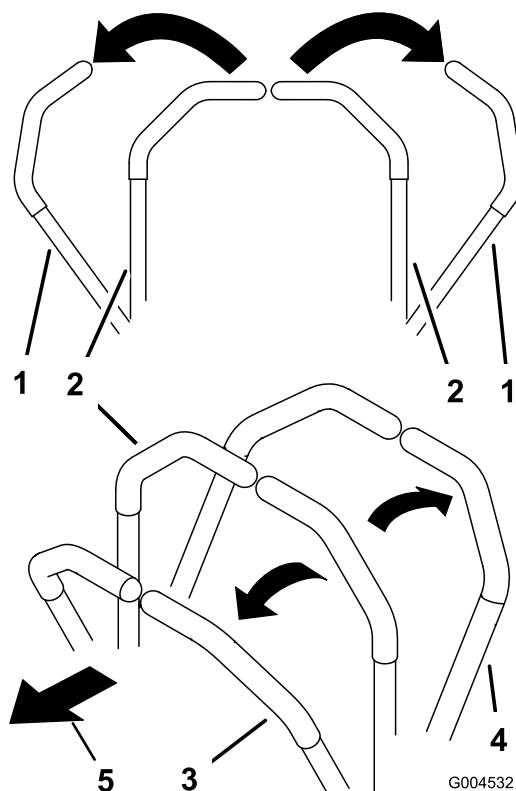

Figure 18
1. Amenez les leviers de commande de déplacement (Figure 18) en position de VERROUILLAGE AU POINT MORT.
3. Pour vous déplacer en marche avant, poussez lentement les leviers de commande de déplacement vers l'avant (Figure 18).
Pour vous déplacer en ligne droite, appliquez une pression égale sur les deux leviers de déplacement (Figure 18).
Pour tourner, rapprochez du point mort le levier de commande correspondant à la direction que vous voulez prendre (Figure 18).
2. Pour vous déplacer en marche arrière, tirez lentement les leviers en arrière (Figure 18).
Pour tourner, relâchez le levier de commande correspondant à la direction que vous voulez prendre (Figure 18).